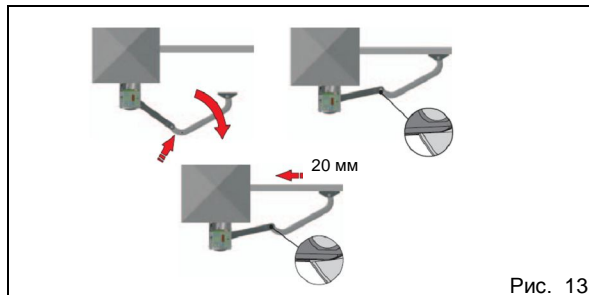

Рис. 13
8) Раскрыть рычажный механизм до упора, прикладывая усилие посередине, так чтобы рычаги выстроились в одну линию (рис. 13, поз. 1).
9) Приложить передний кронштейн к створке ворот (рис. 13, поз. 2)
10) Сдвинуть передний кронштейн приблизительно на 20 мм к опорному столбу и наметить монтажные отверстия (рис. 13, поз. 3).
12) Раскрыть рычаги привода рукой и убедиться, что когда створка ворот находится в закрытом положении, рычаги привода не упираются друг в друга, как изображено на рис. 13, поз. 2.